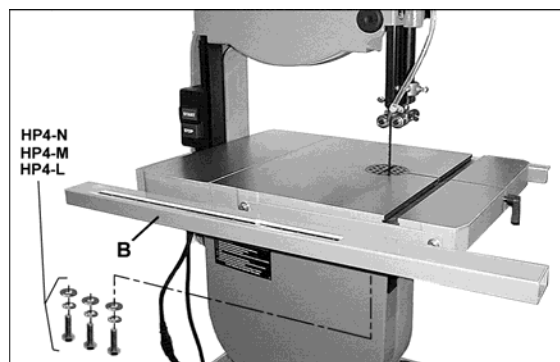

Рис. 27.
1. Прикрутите заднюю направляющую (D) к рабочему столу с помощью двух винтов с шестигранной головкой M6x20 (HP4-L), двух контршайб 6 мм (HP4-M) и двух плоских шайб 6 мм (HP4-N). На данном этапе затяните винты вручную.
2. Прикрутите направляющий профиль (B, Рис. 27) через пазы в передней направляющей с помощью трех винтов с шестигранной головкой M6x20 (HP4-L), трех контршайб 6 мм (HP4-M) и трех плоских шайб 6 мм (HP4-N). Затяните винты с помощью 10 мм гаечного ключа.
3. Если описанной регулировки недостаточно, ослабьте винты направляющего профиля (HP4-L, Рис. 27) и переместите упор вместе с направляющим профилем так, чтобы упор едва касался пильного полотна. Снова затяните винты направляющего профиля и дальнейшую регулировку производите с помощью винта крепления указателя.